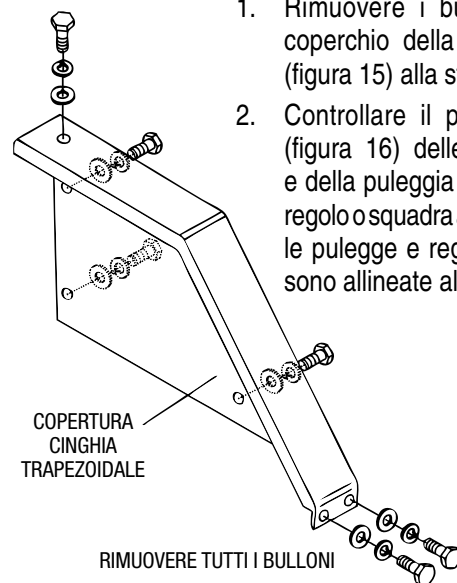

Figura 15. Copertura della cinghia trapezoidale
1. Rimuovere i bulloni che fissano il coperchio della cinghia trapezoidale (figura 15) alla struttura della sega.